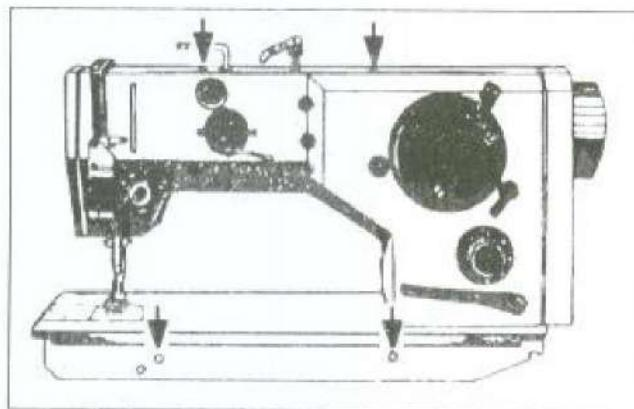
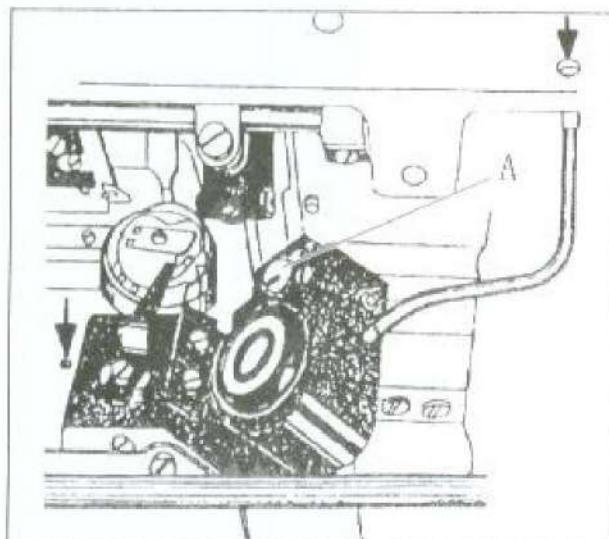

图3
图4
每天在机器操作之前，将机器完全清洁一次，并检查旋梭油箱内的机油量，然后如图3、图4箭头所示部位注入机油并启动机器运作。
12. 旋梭润滑的调整（图4）：